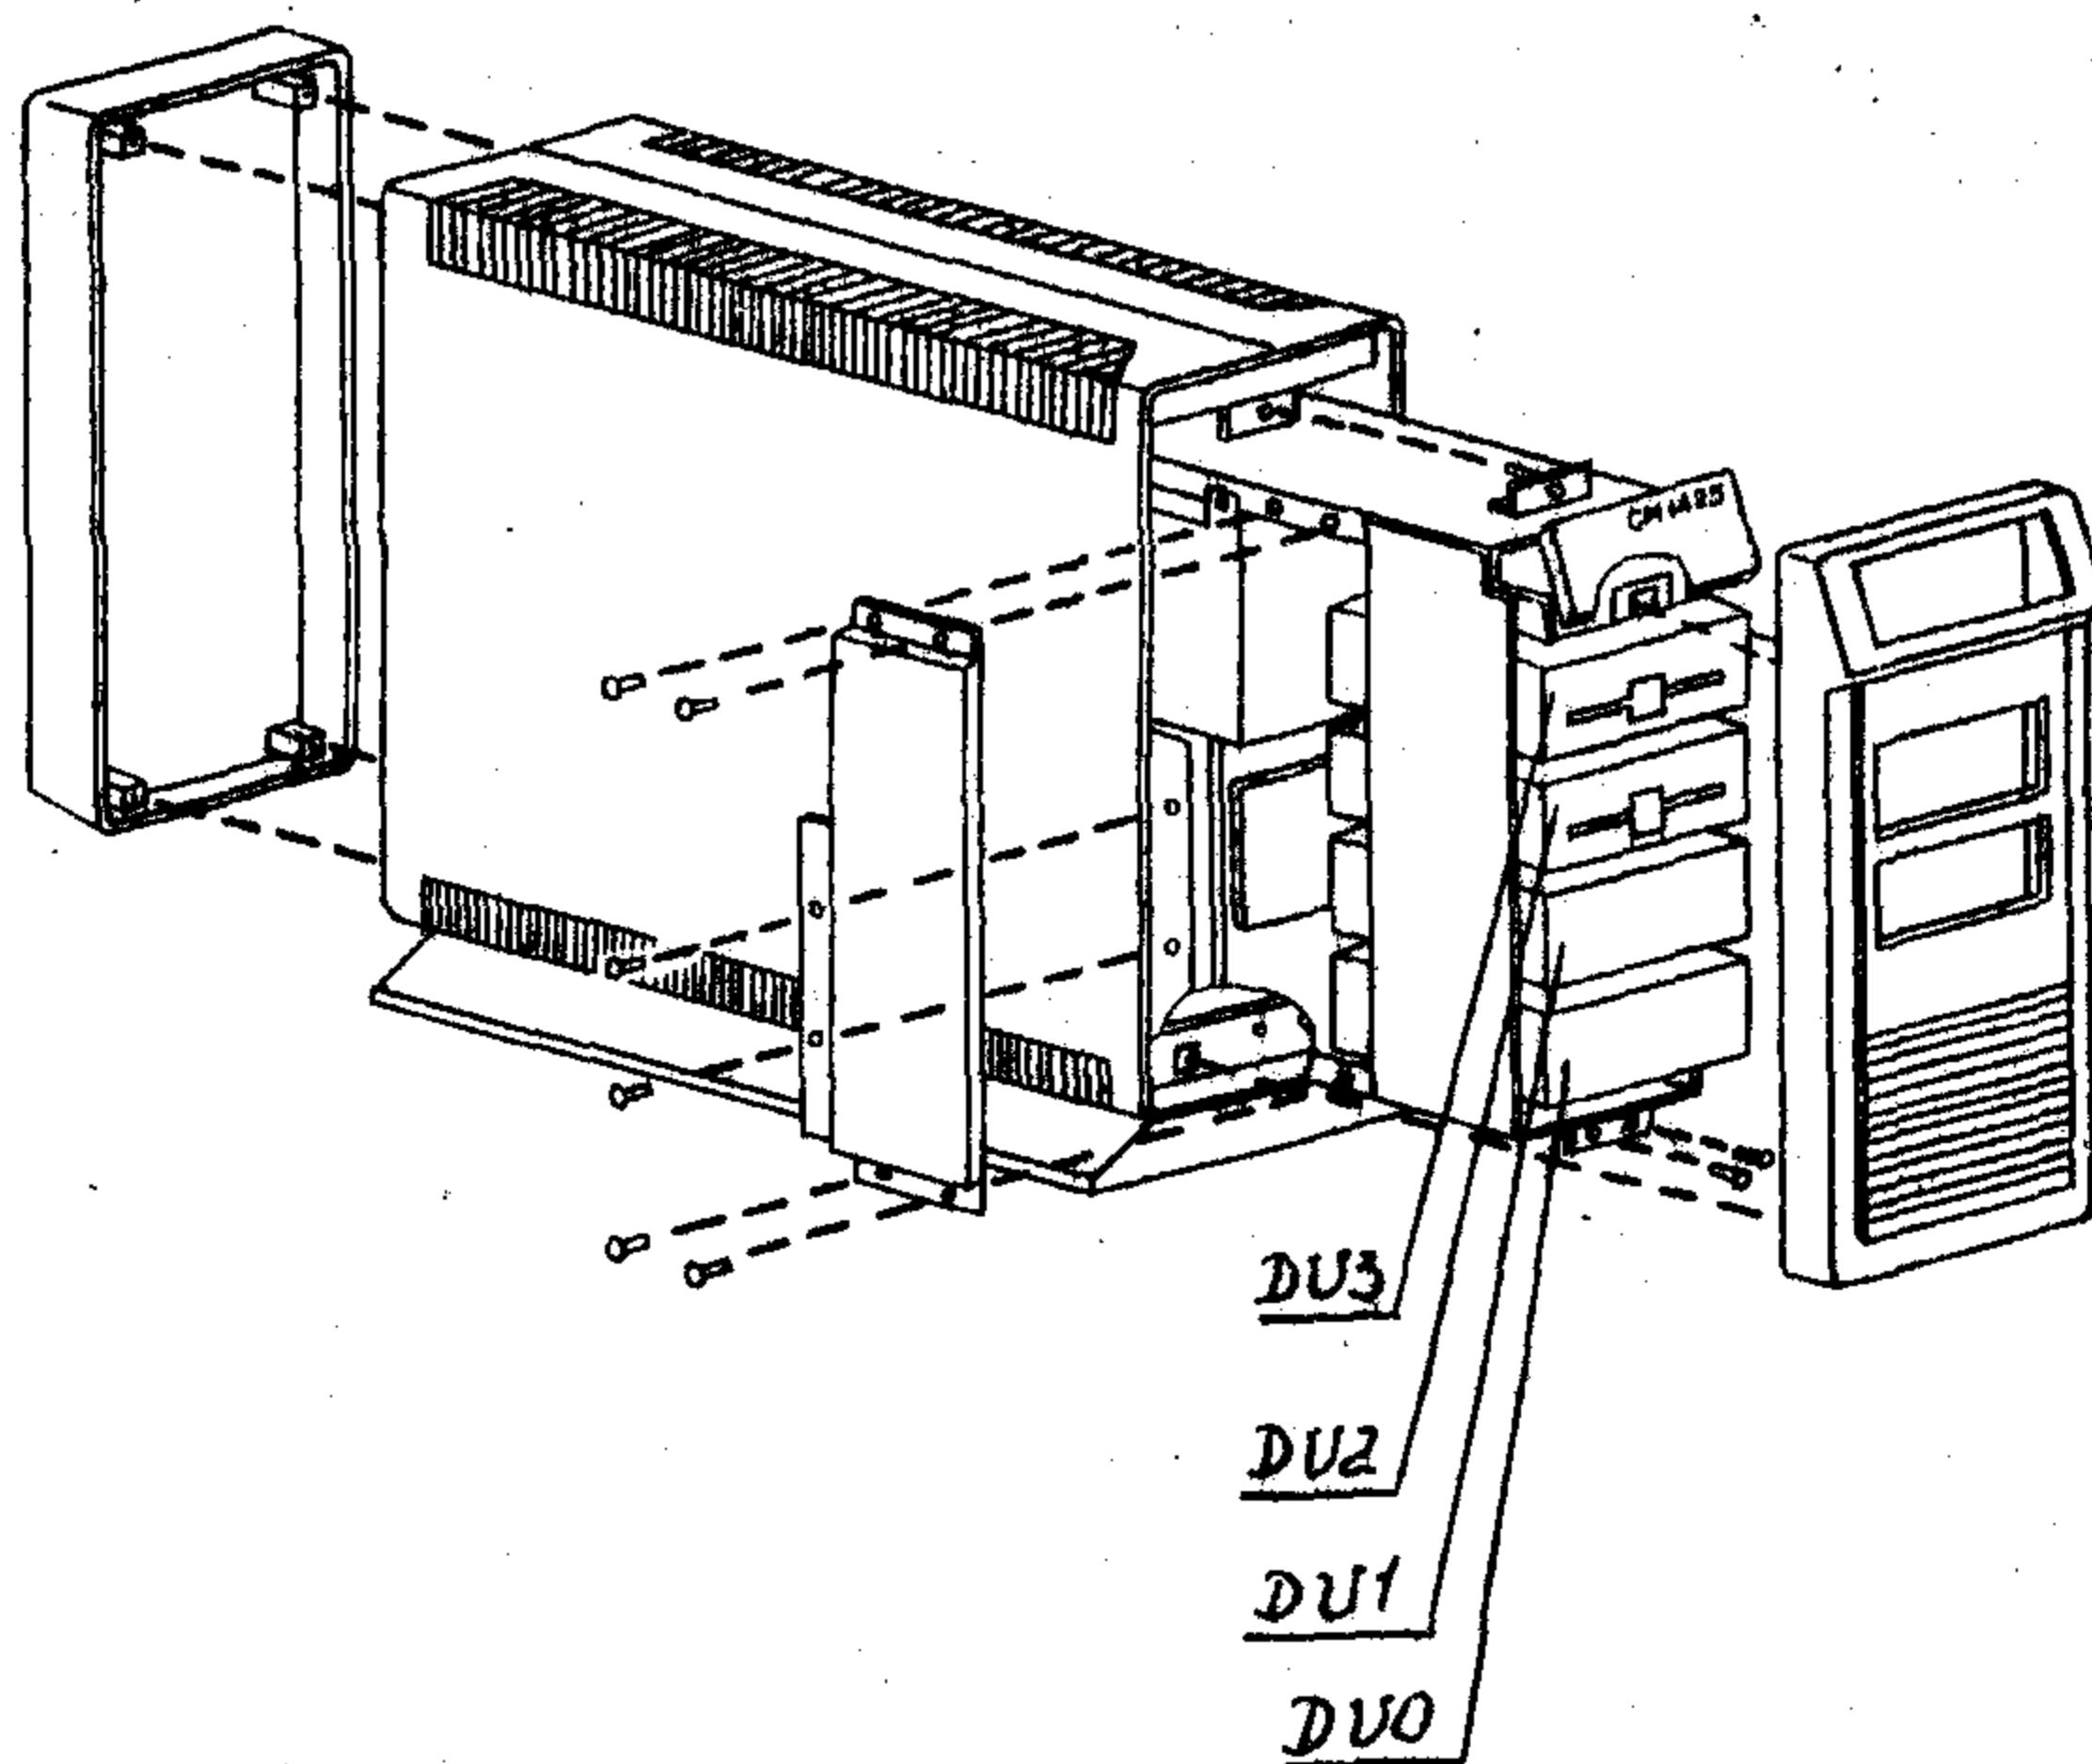

Рис. 1
7.2. УСТАНОВКА НАКОПИТЕЛЕЙ НА МАГНИТНЫХ ДИСКАХ И БЛОКОВ ЭЛЕМЕНТОВ УКАЗАНА НА РИС.1 И РИС.2 СООТВЕТСТВЕННО.
7.3. УСТАНОВКА ЛОГИЧЕСКОГО НОМЕРА НГМД СМ5639.М1.01 ПРОИЗВОДИТСЯ ПУТЕМ ПЕРЕСТАНОВКИ ПЕРЕМЫЧЕК В НАКОПИТЕЛЕ СОГЛАСНО РИС.1 ПРИЛОЖЕНИЯ 2.